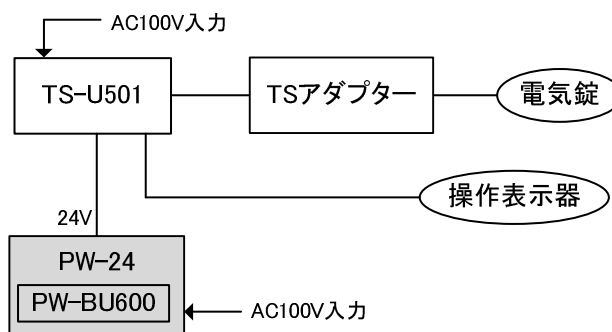

図2 システム構成
(2) 図2にTS-U501に使用する場合のシステム構成図を示します。